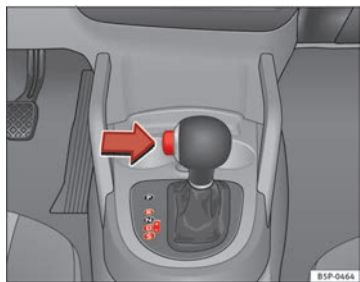

Abb. 148 Fahren
- Drücken Sie den Taster am Wählhebel (links) ⇒ Abb. 148.